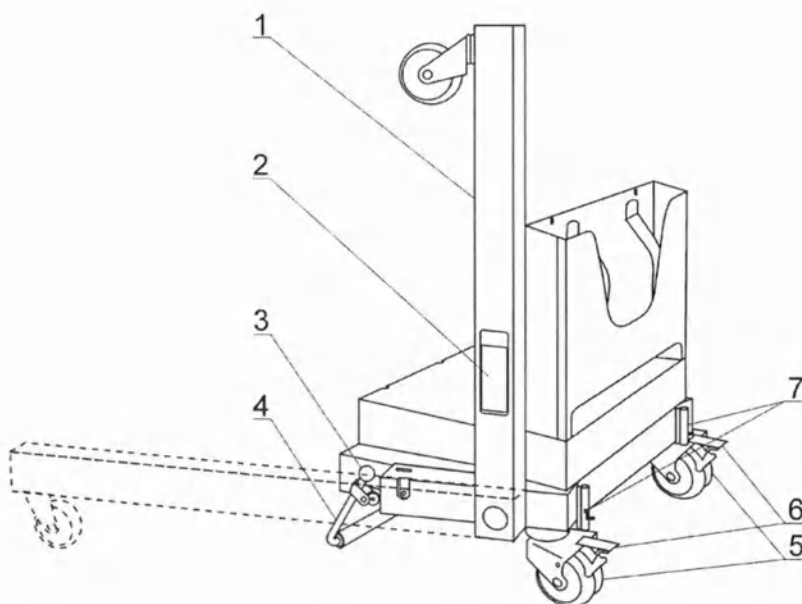

Рис. 8. Устройство основания:
- Опустить складные опоры. Для этого необходимо, придерживая складную опору 1 (см. Рис. 8), открыть пластину фиксатора 2 наружу до упора. Опустить складную опору и зафиксировать ее, вернув пластину фиксатора в первоначальное положение. Указанную последовательность действий повторить для второй опоры.
- Убрать откидную подножку 4. Для этого необходимо зафиксировать задние опорные колеса 5, опустив рычаги приводов тормозов 6 вниз до упора. Взяв одной рукой за рукоятку (поз. 7 на Рис. 1) отклонить Аппарат немного назад. Второй рукой убрать подножку 4 (см. Рис. 8) при помощи рукоятки 3. Снять фиксацию задних опорных колес, подняв рычаги приводов тормозов 6.
отключения фиксации необходимо поднять ручки фиксаторов 7 (см. Рис. 8) в верхнее крайнее положение и повернуть в паз держателя ручки (влево или вправо, соответственно для левого или правого фиксатора).